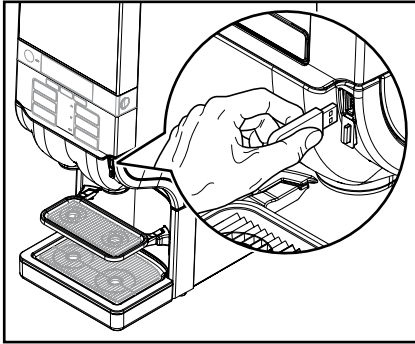

Abb. 34
- Stecken Sie den mitgelieferten USB-Schlüssel in den USB-Anschluss am Gerät. (Abb. 34)